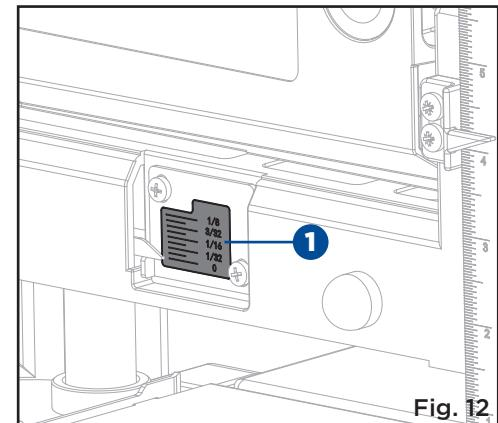

Fig. 12
**ÉCHELLE DE PROFONDEUR D'ENLÈVEMENT DE MATÉRIAUX (Fig. 12)**